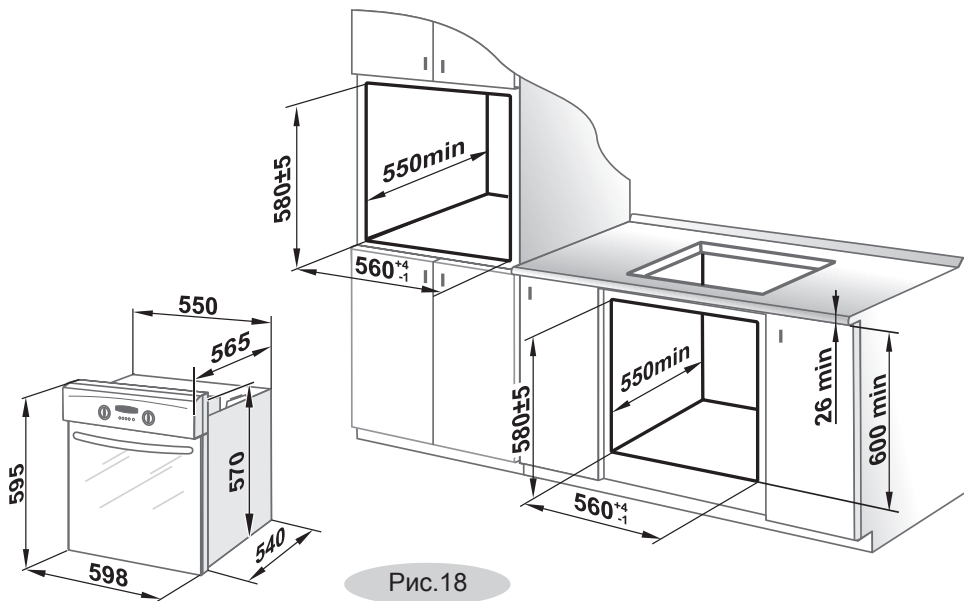

Рис.18
- Духовка встраивается в напольную тумбу или пенал кухонного гарнитура, в которых имеется ниша с размерами, указанными на рис.18 (задняя стенка гарнитура отсутствует).